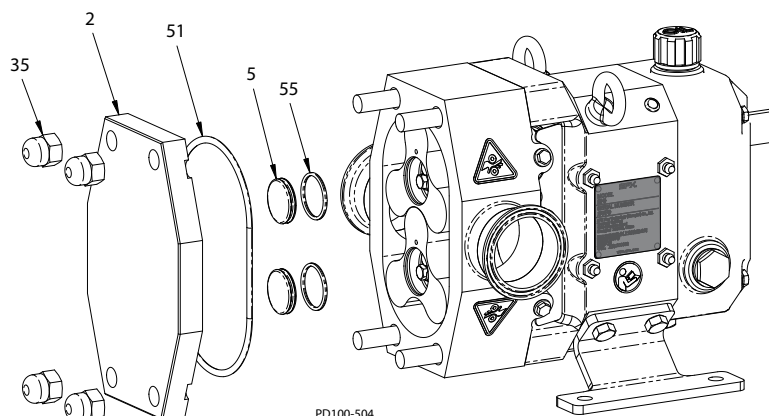

Рисунок 66 - Установка крышки
1. Установите уплотнительное кольцо винта (Рисунок 66, пункт 55) в канавку винтового колпачка (позиция 5) и установите его в отверстие ротора. Уплотнительное кольцо вставляется в канавку в расточке ротора.